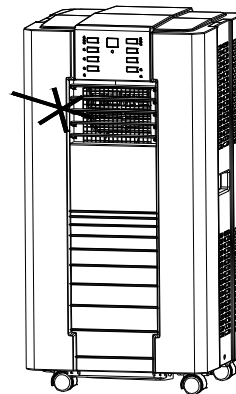

FIG. 2
- PLATZIEREN SIE NICHTS AUF DER EINHEIT ODER BEIM EINZUG/AUSGABE DER LUFT (FIG. 2).